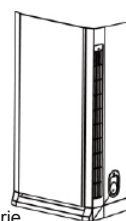

Fig 4
- (2) Durant la pose de la tuyauterie et le câblage sur le côté gauche et à l'arrière, les accessoires fournis doivent être utilisés comme indiqué sur la Fig.4.